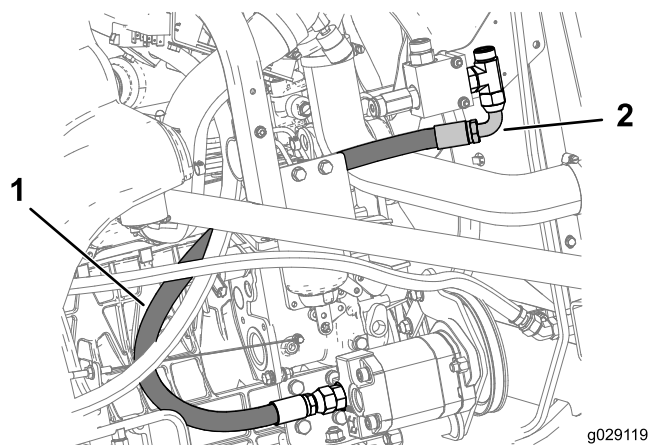

Figura 27
7. Instale o outro tubo hidráulico C da união adaptadora em T (5/8 pol. macho), no conjunto do coletor hidráulico esquerdo, na união adaptadora (5/8 x 5/8 pol. macho) no conjunto da bomba das engrenagens como se mostra na Figura 27.